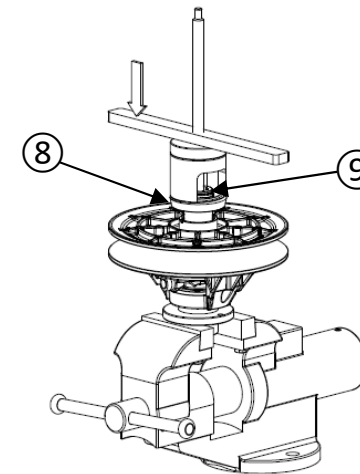
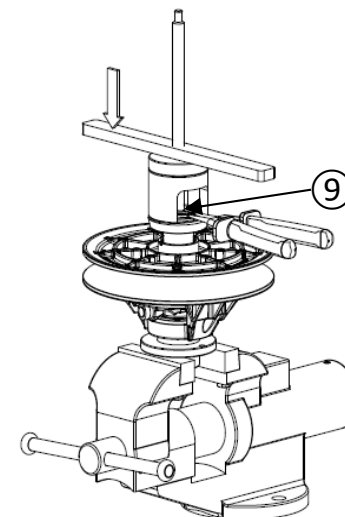

Figure 18
Figure 19
- Installez la poulie sur l'outil de démontage comme indiqué sur la figure 18.
- En vissant la barre sur la tige filetée, appuyez sur l'appui ressort ⑧ (3 à 4 mm maximum) afin de libérer le segment d'arrêt extérieur ⑨.
- Retirer le segment d'arrêt extérieur ⑨ à l'aide de la pince à anneau élastique (figure 19).